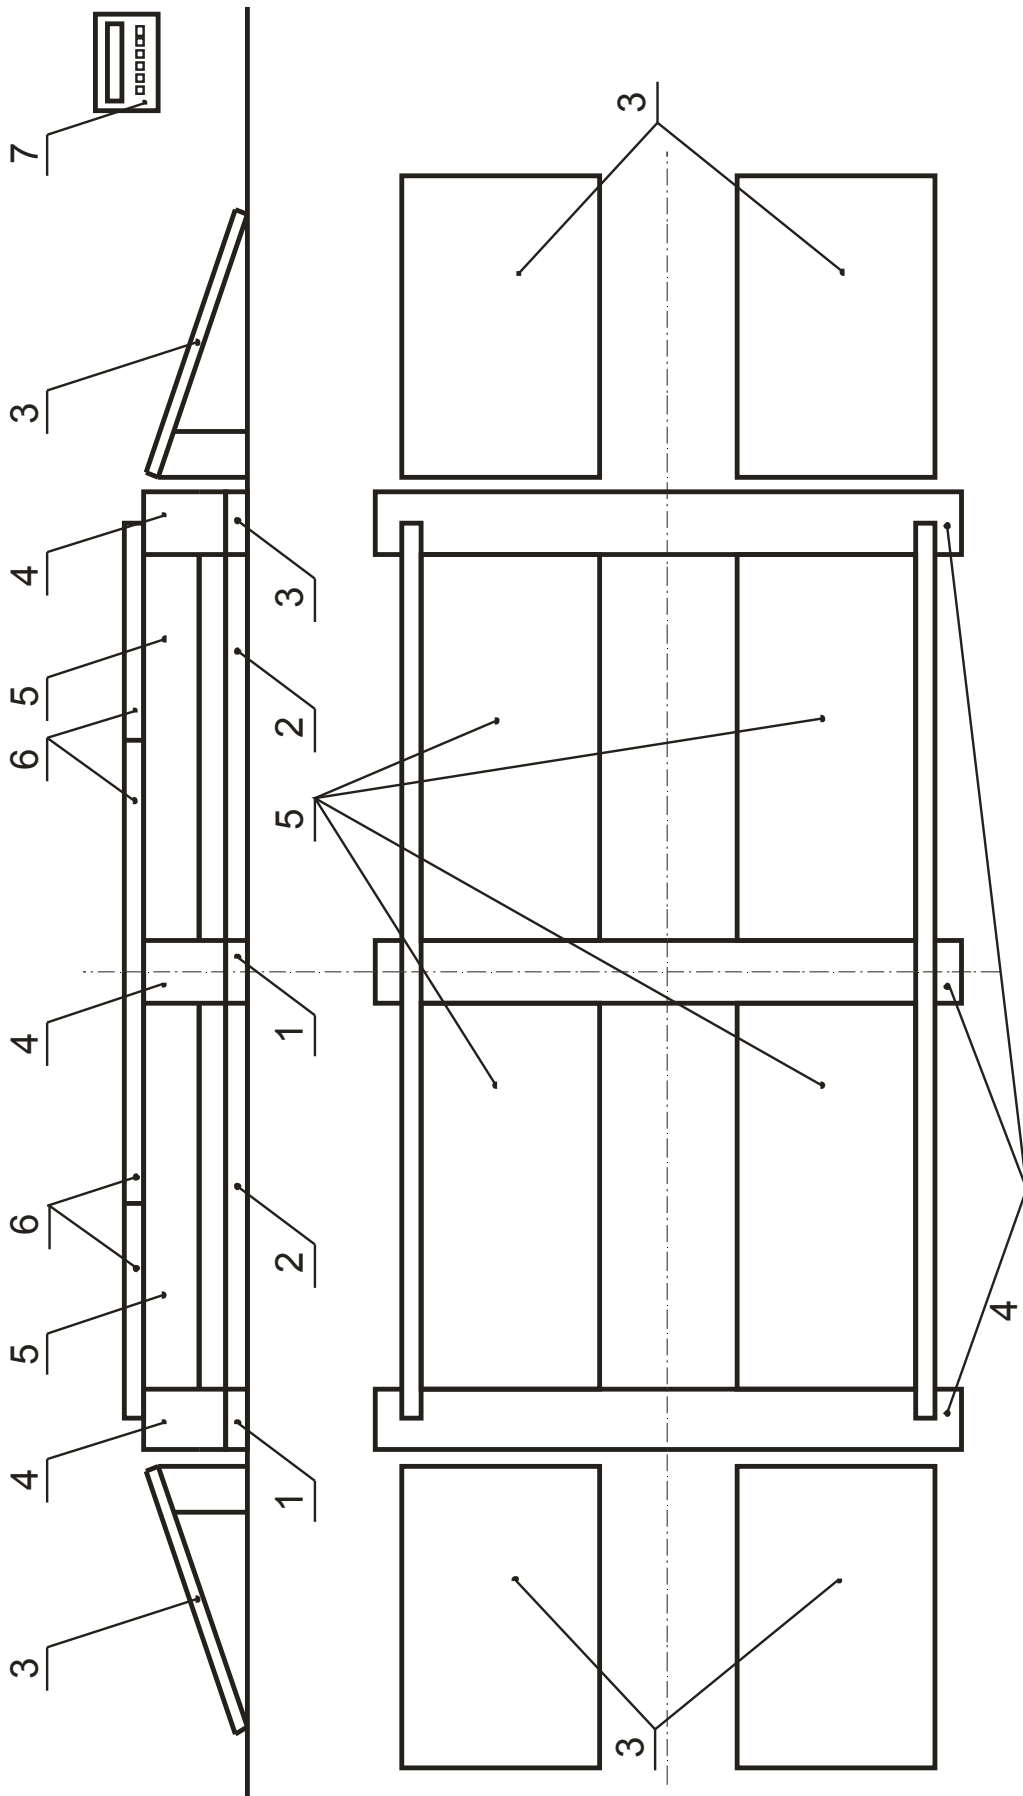

Рис.3 Весы модификации ВСА-Р40000-12.1.1.1
3.2.3. Весы модели ВСА-Р40000-12.1.1.1 показаны на рис.3, где